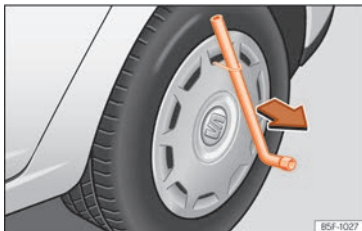

Abb. 42 Die Radvollblende vom Rad abnehmen.
- Schieben Sie den Radschlüssel durch den Drahtbügel, nutzen Sie den Reifen als Hebel und ziehen Sie die Radvollblende ab »» **Abb. 42**.